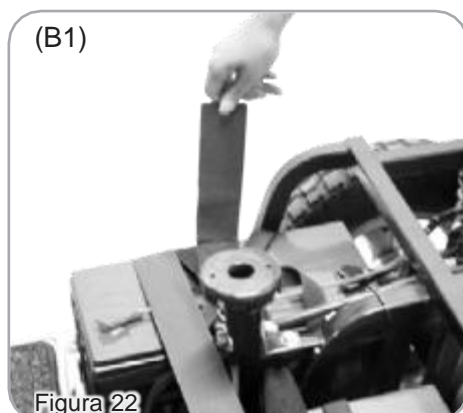

Figura 22
3. Solte a tira adesiva (B1) (Figura 22).